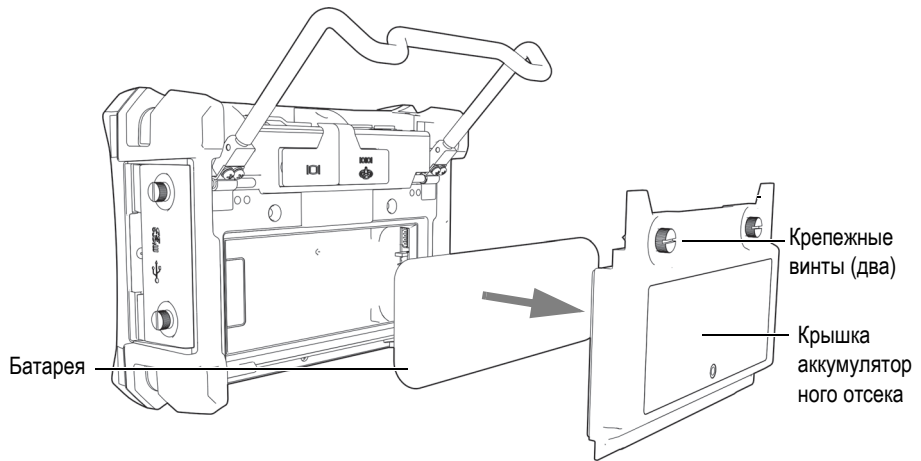

Рис. 1-11 Извлечение литий-ионной батареи
3. Извлеките литий-ионную батарею, если она установлена (см. Рис. 1-11 на стр. 31)